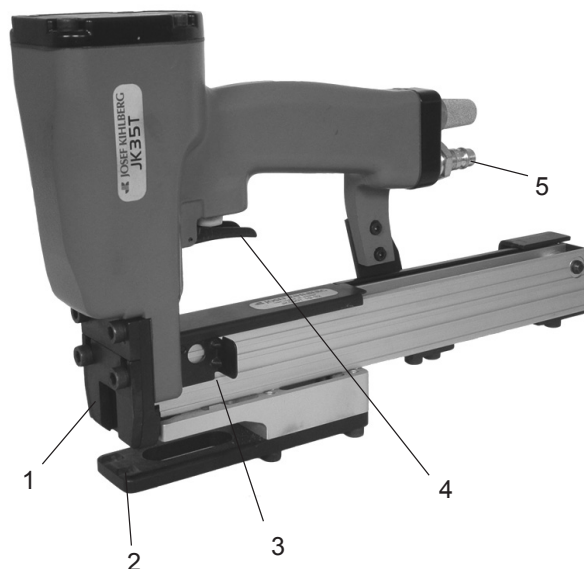

Fig. 1
2. et tirer la gâchette (Fig. 1/4).